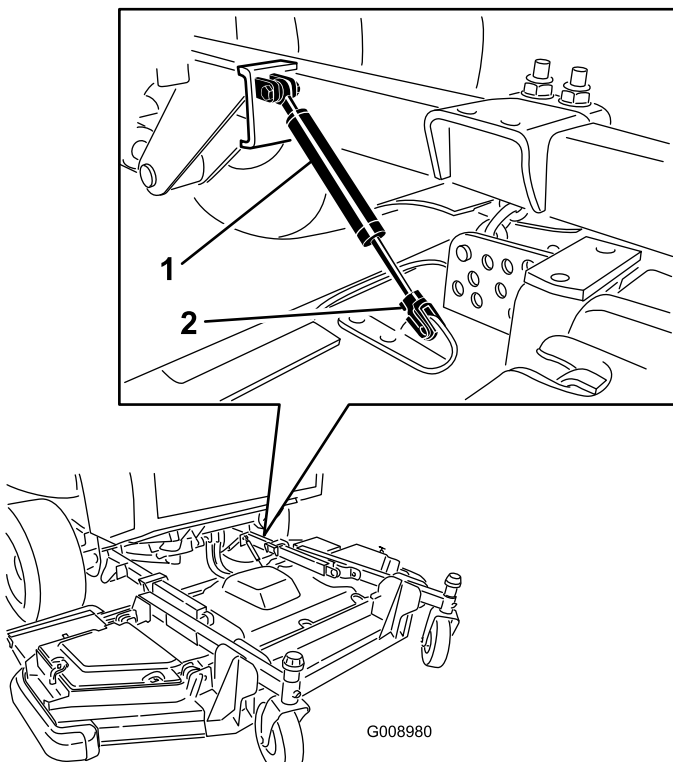

Figura 133
3. Retire el clip de retención, y desconecte el amortiguador de la unidad de corte (Figura 133).